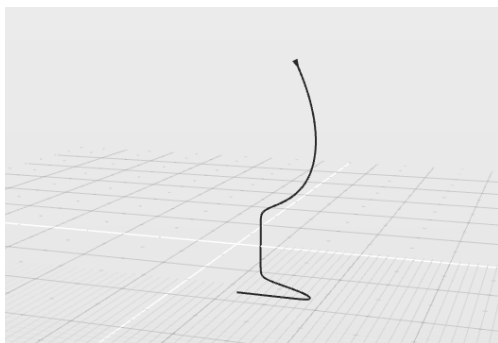

图 4-37 打开练习文件
1) 打开素材文件夹“练习（4.3.2_2）”中的 Evolve 文件，此文件中有一个曲线对象：“NURBS 曲线#1”，如图 4-37 所示。